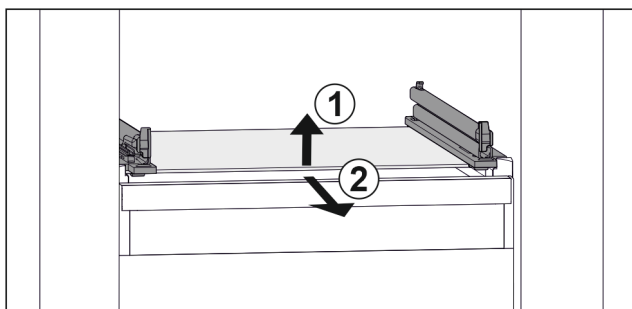

Fig. 63 Примерное отображение стеклянной пластины
- ▶ Приподнимите стеклянную пластину спереди. Fig. 63 (1)
- ▶ Извлеките стеклянную пластину движением вперед. Fig. 63 (2)